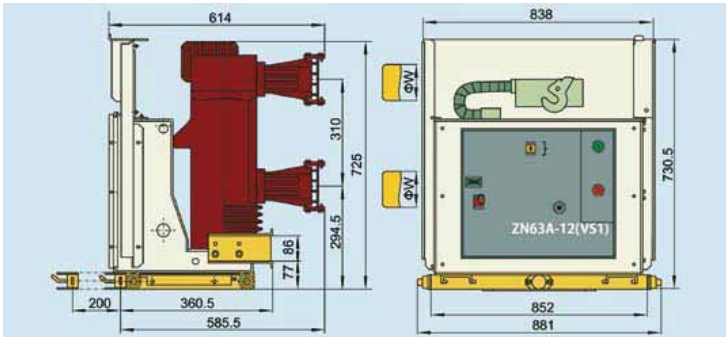

Рис. 6.2 Внешний вид и монтажные размеры выключателей: ZN63A-12/T 4000-40, ZN63A-12/T5000-50
6.1.2 Выключатели: ZN63A-12/T 4000-40, ZN63A-12/T5000-50 (см. рис. 6.2)